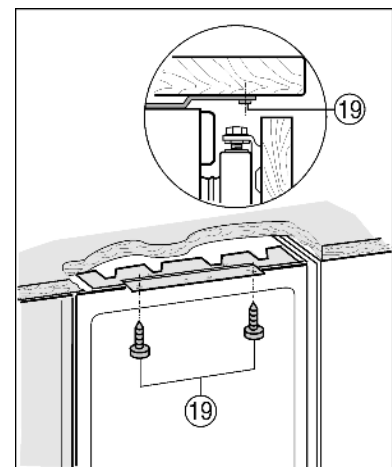

Fig. 12
- ▶ Visser dessus avec des vis longues pour panneaux agglomérés Fig. 12 (19).